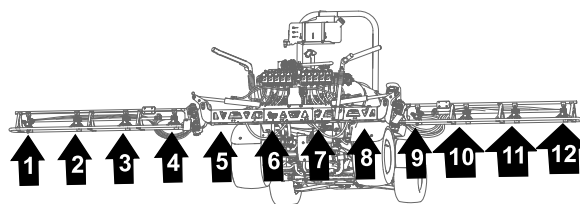

図 129
1. 散布ノズル、、、番用のホースを、センターブームの左端にあるR クランプに通す 図 129と 図 130。
2. 散布ノズル7、8、9、10番用のホースを、センターブームの右端にあるR クランプに通す 図 129と 図 130。
3. 図 129と図 130のように、給液ホース279 cmとバーブ付きホースシャック3/4"をブームに沿って散布ノズル-10番へ配設する。
4. 図 129と図 130のように、給液ホース234 cmとバーブ付きホースシャック3/4"をブームに沿って散布ノズル4-9番へ配設する。
5. 図 129と図 130のように、給液ホース188 cmとバーブ付きホースシャック3/4"をブームに沿って散布ノズル3-8番へ配設する。
6. 図 129と図 130のように、給液ホース188 cmとバーブ付きホースシャック $\frac{3}{4}$ "をブームに沿って散布ノズル4-7番へ配設する。